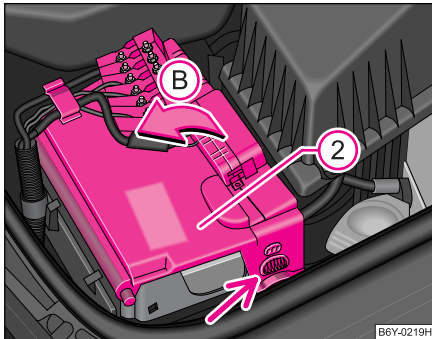

Abb. 143 Batterie:
- Ziehen Sie die Rastnasen an den Seiten der Batterieabdeckung (2) ab und klappen Sie die Batterieabdeckung in Pfeilrichtung (B) ⇒ Abb. 143.